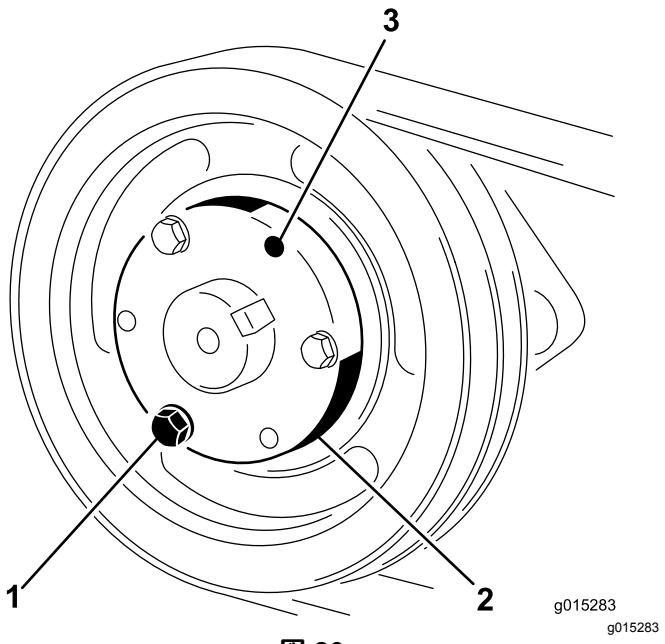

図 26
1. ボルトとロックワッシャを1つずつ、取り外しては隣の穴に移す作業を繰り返す図26。